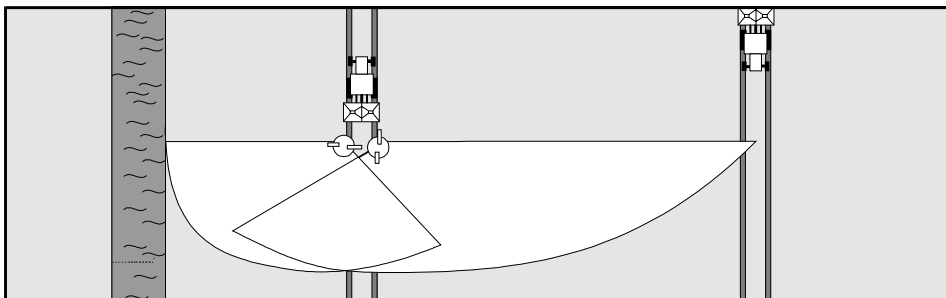

Fig. 7.13
Vid gränsspridning (enligt utkast ur gödselmedelsförordningen) (fig. 7.13) resp. fältkantsspridning (intill egen, likartat brukad åker) (fig. 7.14) ska den **vänstra "Omnia-Set"** spridartallriken (vänstersidig gränsspridning är normalt), sett i körriktningen, **ersättas med en motsvarande TeleSet tallrik**. Vid gränsspridning åt höger används en speciell gränsspridningstallrik.
7.4.1.1 Gränsspridning enligt gödselmedelsförordningen (fig. 7.13)
7.4.2 Inställning av gränsspridningstallrik enligt gödselmedelsförordningen (fig. 7.13)